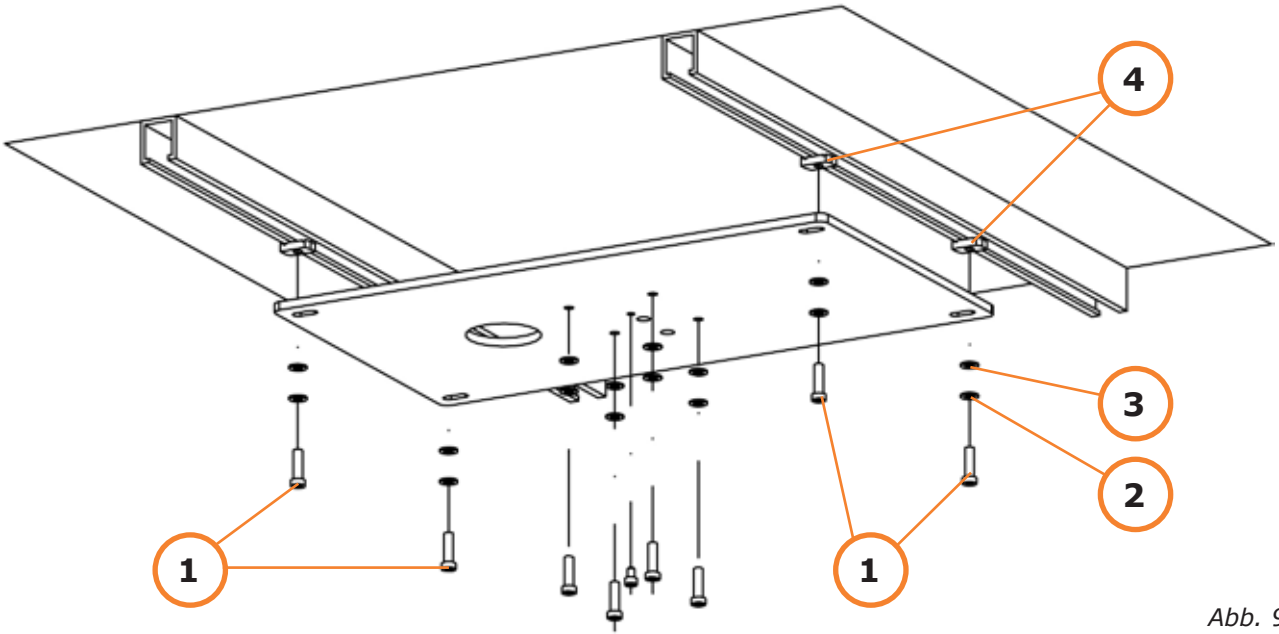

Abb. 9
- 5.1.2 Verteilen Sie die mitgelieferten Nutensteine (4/Abb. 9) in Abständen von 350 mm entlang der Unistrut®-Schienen (siehe Versandkarton).
- 5.1.3 Bringen Sie die Montageplatte an den Nutensteinen entlang der Unistrut®-Schienen mit den M10x35-Schrauben (1/Abb. 9), Sicherungsscheiben (2/Abb. 9) und Unterlegscheiben (3/Abb. 9) an und richten Sie sie mit einem Nivellierinstrument aus. Ziehen Sie die Schrauben dann von Hand fest. Verwenden Sie gegebenenfalls Unterlegscheiben.